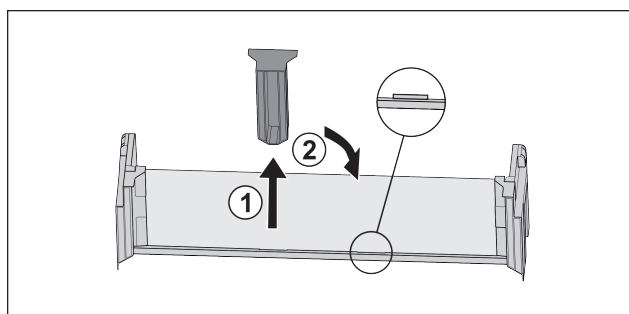

Fig. 114
- ▶ Wyciągnąć środkowy element trzymający Fig. 114 (1).
- ▶ Włożyć środkowy element trzymający na środkowej pozycji Fig. 114 (2).